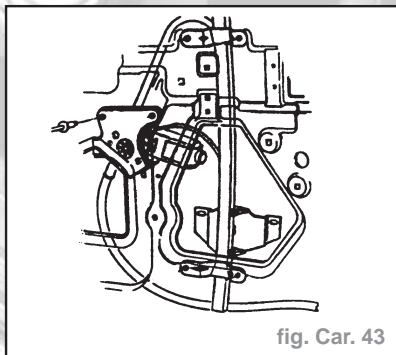

fig. Car. 43
- le mécanisme de lève-vitre après avoir rectifié la tête des 7 rivets (fig. Car. 43).